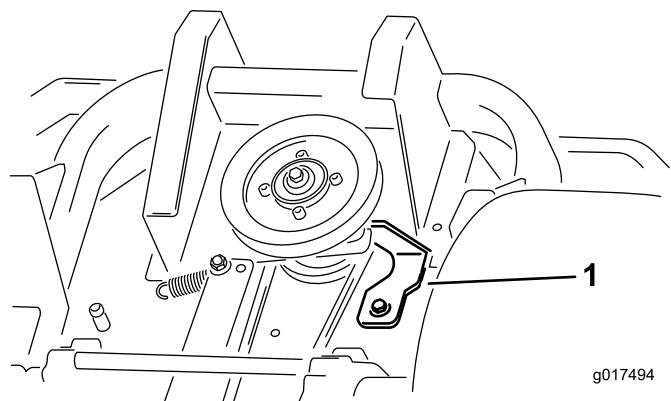

Figura 58
- Togliete l'arresto della frizione illustrato in Figura 58.
9. Montate l'arresto della frizione illustrato in Figura 58.